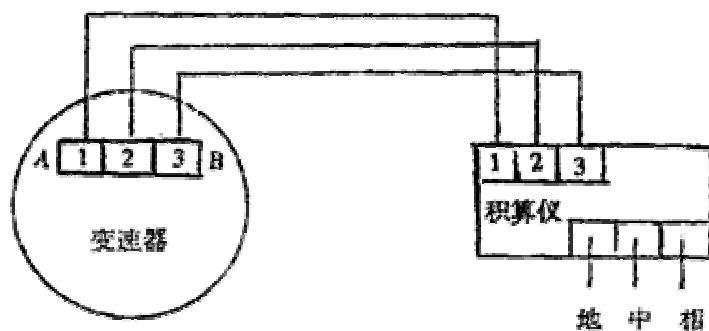

图 6
7. 接线传感器与显示仪用三芯屏蔽线 3×0.3 连接，连写方法见图 6